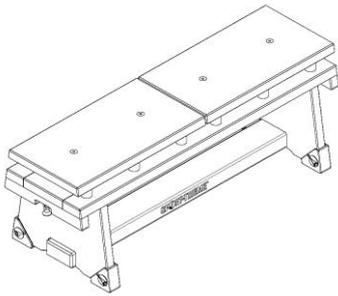

Abb. 2: Stabil und breit
- Ausgangsposition ist die stabile und breite Lauffläche (s. Abb. 2)